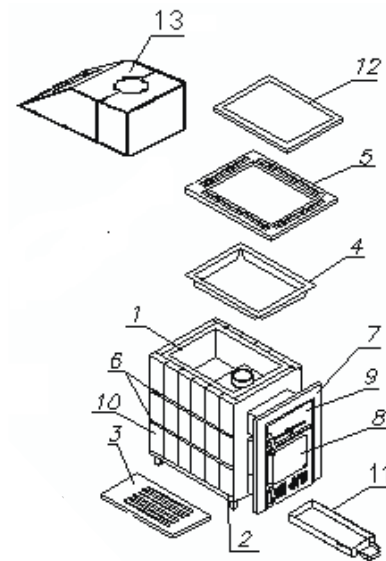
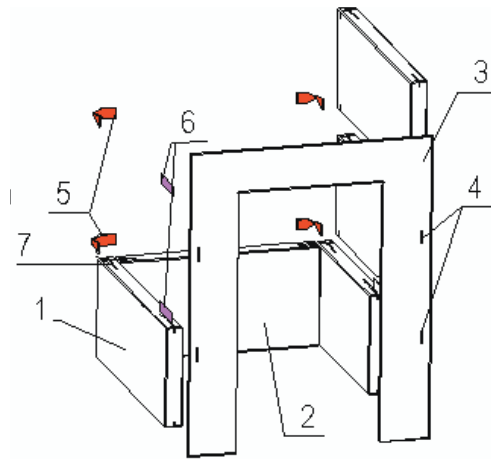

Рис.1. Сборка печи “Чародейка М”, Облицовка - кирпич Ш 6
Рис. 2. Облицовка – Т/Х или “Серпентинит”,
- в соответствии с (рис. 1) и определенной осью дымохода (см. п. 6, п. 7), установить топочный агрегат (1);
- внутрь корпуса топочного агрегата уложить колосник (3);
- на емкость для камней установить обечайку (12);
- установить в подколосниковое пространство зольный ящик (11).
- в опорную рамку (2) установить кирпичи на короткое ребро;
- первый ряд кладки зафиксировать одной из рамок (6);
- установить и зафиксировать второй ряд кладки второй рамкой (6);
- установить и зафиксировать третий ряд кладки изнутри подрамником (4), а сверху обечайкой облицовки (5).
5.4. Облицовка из камня «змеевик» и Т/Х плит устанавливается по той же схеме, только вместо рамок для её фиксации используются металлические вставки (5 и 6). (см. рис.2).
5.3. Угловые вставки укладываются в совмещенные продольные и поперечные пазы плит задней и боковых стенок, а прямые вставки, - через отверстия (4) в щите (3), в пазы плит боковых стенок облицовки печи (см. рис.2).